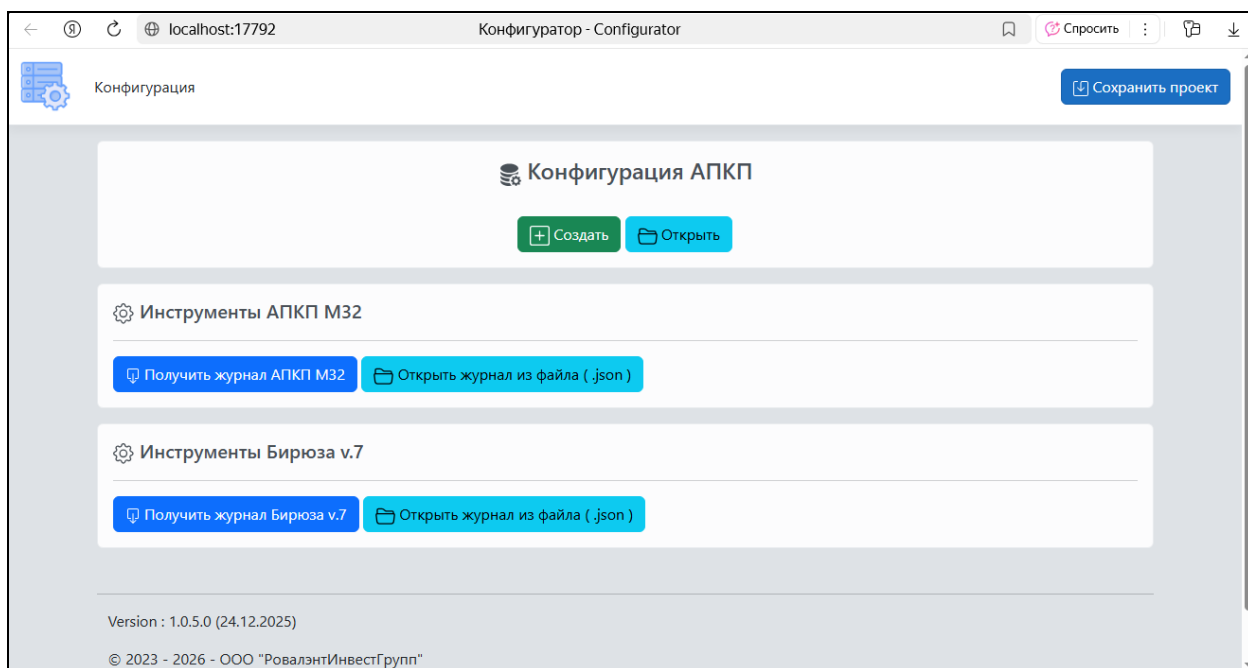

Рис. 7. Скриншот окна главного меню Конфигуратора
- ✓ в интернет-браузере, выбранном в операционной системе по умолчанию (рекомендуется использовать интернет-браузер Google Chrome), в виде WEB-приложения откроется окно главного меню Конфигуратора (см. рисунок 7).
Для создания конфигурации ППКПиУ необходимо в главном меню программы в поле «Конфигурация АПКП» кликнуть на клавишу «**+** Создать» (см. рисунок 7).